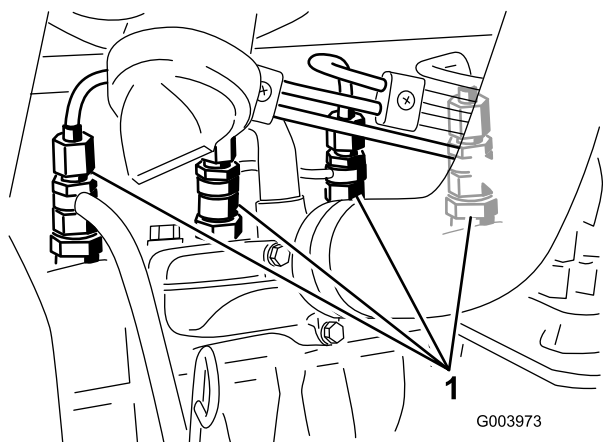

Figura 40
1. Liberte a tubagem que se encontra ligada ao injetor nº 1 e à estrutura de suporte da bomba de injeção (Figura 40).